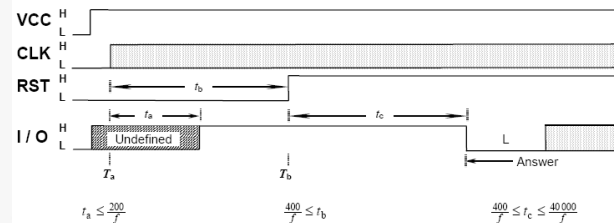

图 14. 激活时序 (ISO 7816-3 2006)
为确保SIM卡电路不会在SIM卡触点物理连接之前激活，IS 07816-3 2006强制规定了图 14中所述的事件激活顺序。FXLA2203对于主机与SIM卡之间的激活时是完全透明的。
5. 开始激活时序 (参见图 14)。